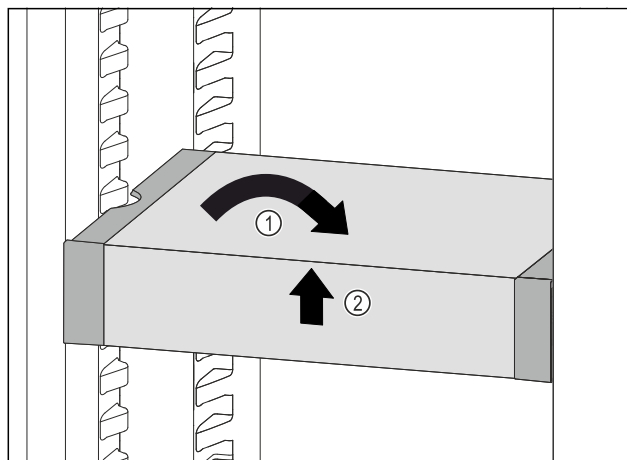

Fig. 79
- ▶ Ispravite VarioSafe. Fig. 79 (1)
- ▶ Podignite sprijeda VarioSafe. Fig. 79 (2)